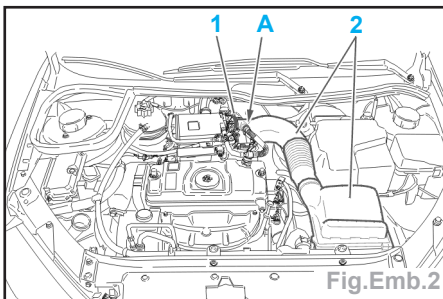

Fig.Emb.2
- Déposer (Fig.Emb.2) :
- le collier (1),
- l'ensemble filtre à air (2).